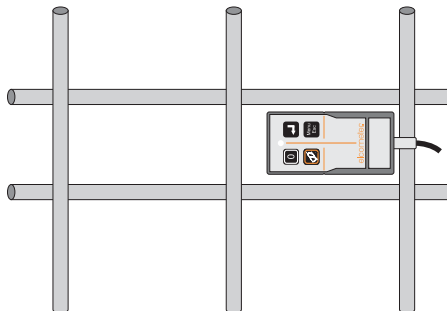

Figure 19. Pour faire le zéro
1. Mettre la sonde en contact avec le béton. La surface de contact de la sonde doit se situer dans un espace libre entre les armatures, comme il est indiqué sur la Figure 19.